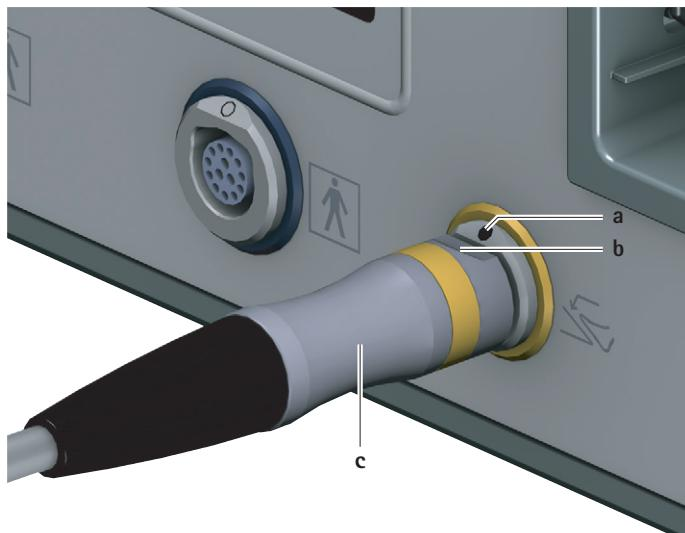

Fig. 2 Ligar o comando a pedal
- Alinhar a ficha do comando a pedal **c** de tal forma que a marcação **b** na ficha coincida com a marcação **a** na tomada de ligação do comando a pedal **6**, ver Fig. 2.
- Retirar a ficha do comando a pedal **c** da tomada de ligação do comando a pedal **6**, ver Fig. 2.